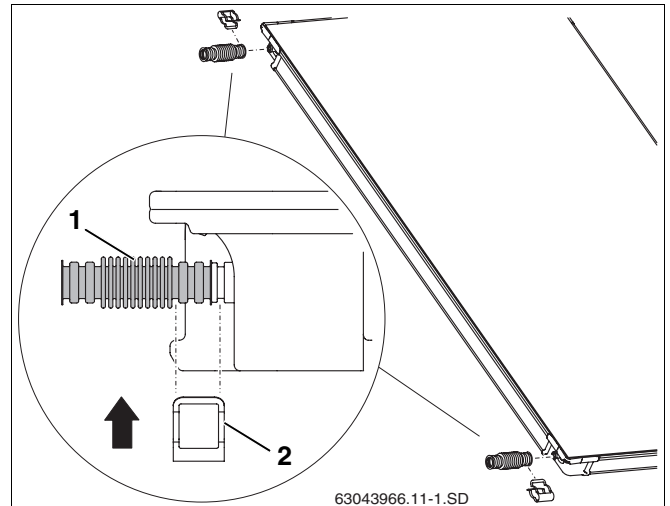

Fig. 44 Montaje de la unión de tubo ondulado al primer colector
- ▶ Monte las uniones de tubo ondulado (fig. 44, **pos. 1**) sobre las conexiones a la izquierda del primer colector.
- ▶ Deslice la abrazadera (fig. 44, **pos. 2**) sobre la unión del tubo ondulado y la conexión del colector para asegurar dicha conexión.